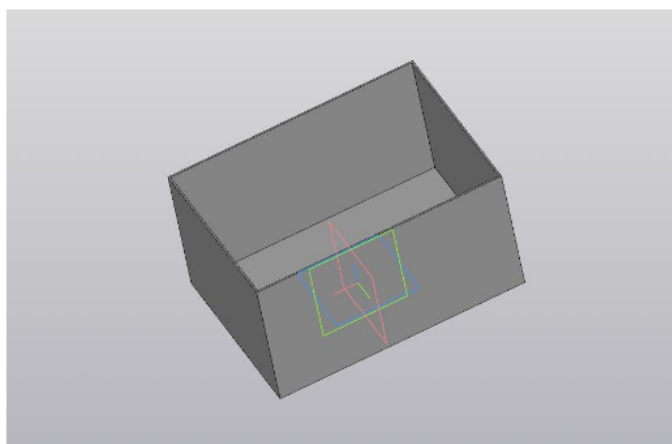

Рисунок 1 – 3D модель
- 1) Какой операцией наиболее правильно создать модель, представленную на рис.1;